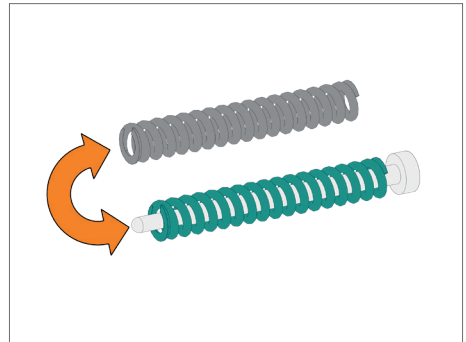

Abb. 12
- Schlagstückfeder ersetzen (Abb.12).